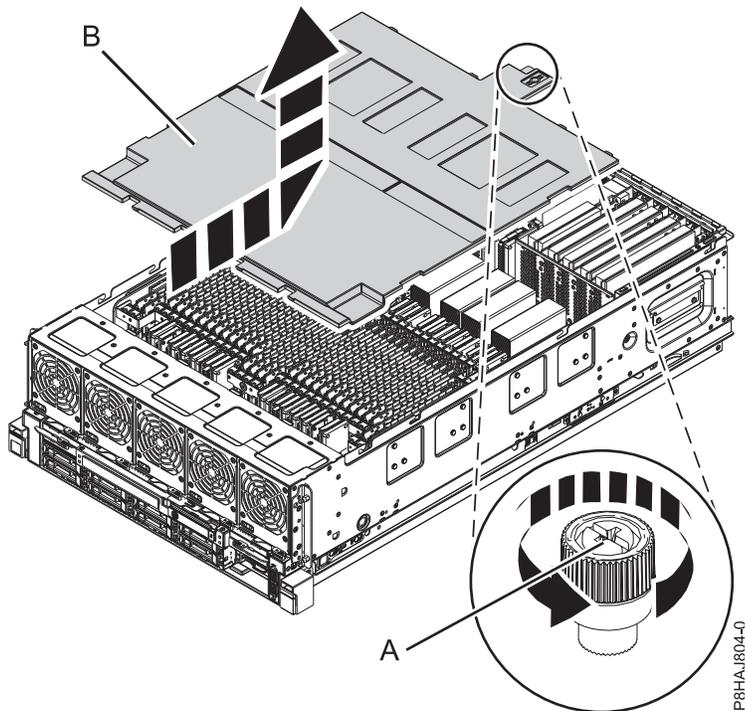

図 41. 安全カバーの取り外し
2. カバーの背面にあるつまみねじ (A) を、54 ページの図 41 に示されている方向に回転させて緩めます。
3. 安全カバー (B) をシステムの後方にスライドさせます。カバーの最前部が上部のフレーム棚を通り過ぎたら、カバーを持ち上げてシステムから外します。